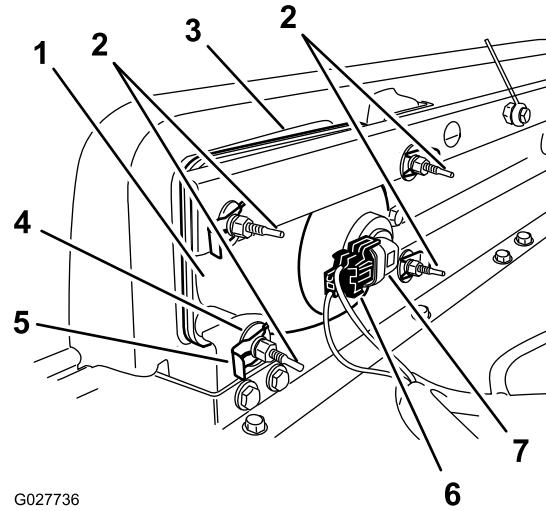

Bild 50
3. Schließen Sie den elektrischen Anschluss für den Kabelbaum vom Lampenanschluss ab (Bild 50).
4. Entfernen Sie die Schellen und Scheiben, mit denen der Scheinwerfer an der Scheinwerferhalterung befestigt ist (Bild 50).
5. Schieben Sie den Scheinwerfer nach vorne durch die Öffnung in der vorderen Stoßstange und entfernen Sie ihn (Bild 50).
6. Setzen Sie den neuen Scheinwerfer durch die Öffnung in der Stoßstange ein (Bild 50).
8. Schließen Sie den elektrischen Anschluss für den Kabelbaum am Lampenanschluss an (Bild 50).
2. Drehen Sie die Einstellschrauben an der Rückseite des Scheinwerfers (Bild 50), um den Scheinwerfer zu drehen und den Scheinwerferstrahl einzustellen.